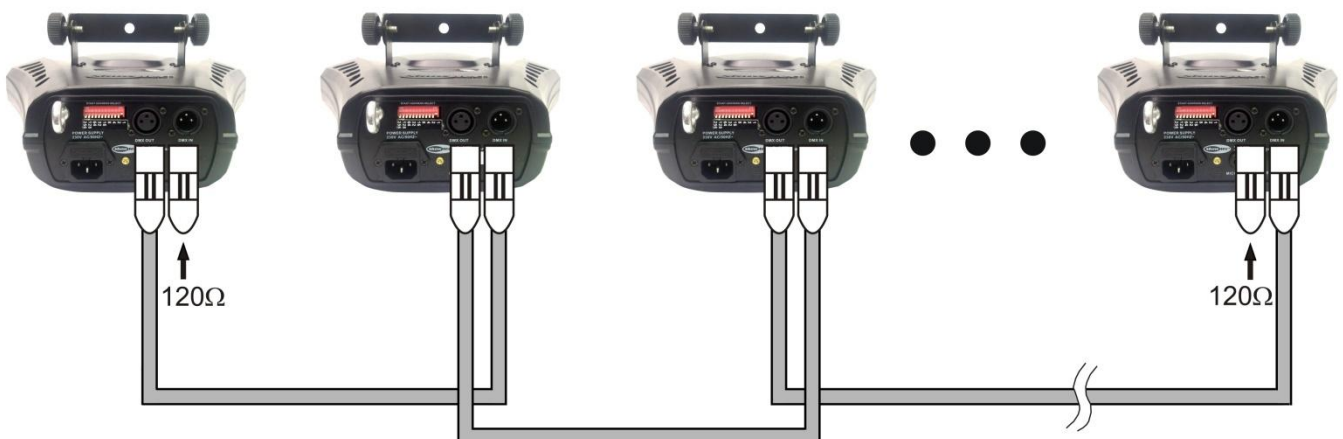

Abb. 3
3. Verbinden Sie die Geräte so wie in (Abb. 3) gezeigt. Verwenden Sie ein DMX-Datenkabel, um die DMX-„OUT“-Buchse des ersten Geräts mit der „IN“-Buchse des zweiten Geräts zu verbinden. Wiederholen Sie diesen Vorgang, um das zweite, dritte und vierte Gerät ebenfalls zu verbinden.